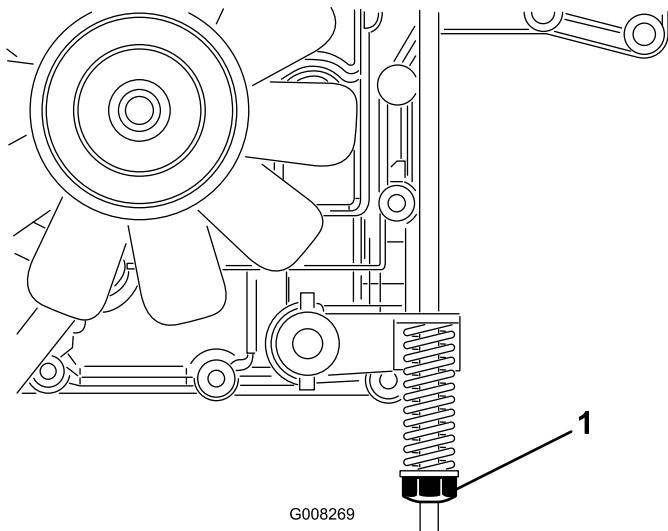

Figura 38
El freno está ubicado en la parte derecha del eje trasero, en la parte interna de la rueda trasera (Figura 38).
3. Gire la tuerca de ajuste del freno en el sentido de las agujas del reloj hasta que no pueda empujar la máquina (Figura 38).